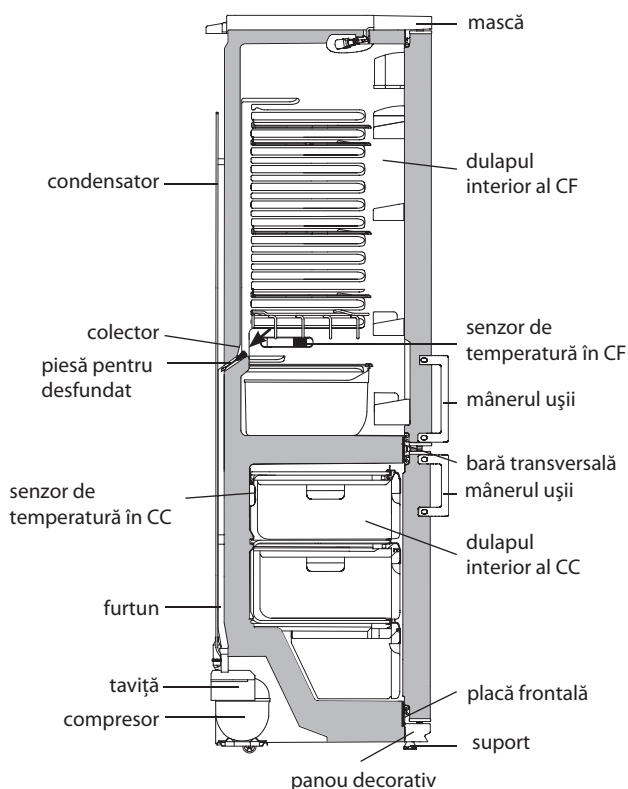
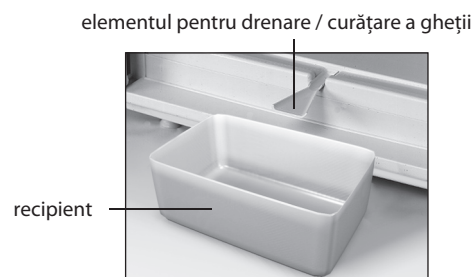

Figura 7 — Schema scurgerii apei rezultate în urma topirii din CF
Figura 8 – Colectarea apei rezultate în urma topirii din CF
5.2.1 În CF se folosește un sistem automat de dezghețare. Bruma care apare pe perețele din spate al CF, se topește în timpul ciclului de dezghețare la deconectarea compresorului și se transformă în picături de apă. Picăturile de apă rezultată în urma topirii se scurg în colector, apoi prin gaura acestuia și prin furtun - în tavița de pe compresor, în conformitate cu figura 7 și se evaporă.
Pentru eliminarea înfundării folosiți piesa corespunzătoare și curățați gaura colectorului, astfel ca apa să se scurgă liber în taviță, apoi spălați piesa și instalați-o în conformitate cu figura 7.
SE INTERZICE să utilizați frigiderul cu sistemul de scurgere înfundat. Apa care a apărut pe fundul CF sau care a ajuns în locul de alăturare a barei transversale și a dulapului interior al CF, în conformitate cu figura 7, poate provoca coroziunea dulapului exterior al frigiderului și elementelor agregatului frigorific, defectarea izolației termice, formarea crăpăturilor dulapului interior și defecțiunea frigiderului.
ATENȚIE! Nu puneți produsele în CF prea aproape de senzorul de temperatură, care este situat pe perețele drept al CF, în conformitate cu Figura 7.
ATENȚIE! Nu puneți produsele în CC prea aproape de senzorul de temperatură, care este situat pe perețele din spate al CC, în conformitate cu Figura 7.
— instalați în conformitate cu figura 8 elementul de masă plastică pentru drenare și orice vas recipient cu volumul de nu mai puțin de 2 litri pentru a colecta apa rezultată în urma topirii;
SE INTERZICE să decongeleți congelatorul fără utilizarea elementului pentru drenare instalat în conformitate cu figura 8. Apa rezultată în urma topirii care se scurge din cameră afară de elementul pentru drenare, pătrunzând în locul de alăturare a plăcii frontale la dulapul interior în conformitate cu figura 7, poate provoca coroziunea dulapului exterior al congelatorului și a elementelor agregatului frigorific, defectarea izolației termice, formarea crăpăturilor dulapului interior și defectarea dulapului frigiderului.